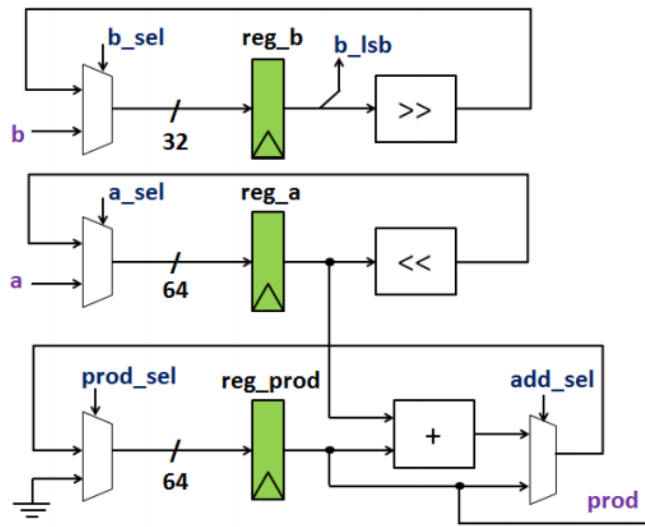

Figura 3: Estructura del Datapath
El algoritmo seguido para la implementación de este módulo consiste en que se tienen 2 entradas de 32 bits cada una, para uno de los datos (B) se van desplazando los bits hacia la derecha, y cada vez que el bit menos significativo de esta palabra sea 1 se manda una señal que diga si se debe sumar o no el valor del dato A al subproducto actual tal y como se ve en la figura 3. Además en cada iteración el dato A se va desplazando hacia la izquierda para aumentar su magnitud y así lograr el producto correcto.